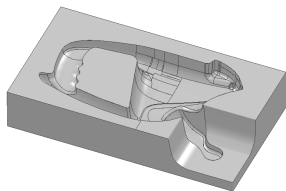

图 4-164 练习题 1) 图
1) 图 4-164 所示的凹模零件, 含有结构特征和三维曲面特征, 计算其加工刀具路径。毛坯为方坯, 刀具和切削参数自定义。零件数模在光盘中的存放位置: 光盘符:\习题\ch04\xt 4-01.dgk。